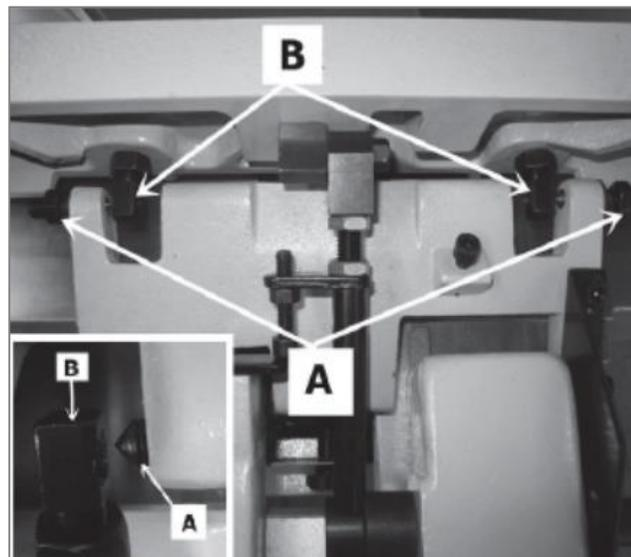

Рис. 10
4. Ослабить два винта с конусными концами, расположенные на суппорте параллельного упора, (**Рис. 10 A**), совместить с двумя гайками на параллельном упоре (**Рис. 10 B**).
5. Затянуть винты, регулируя гибкость параллельного упора его наклоном. После крепления параллельного упора и получения требуемой гибкости, затянуть гайку на винтах с конусным концом (**Рис. 10 C**).